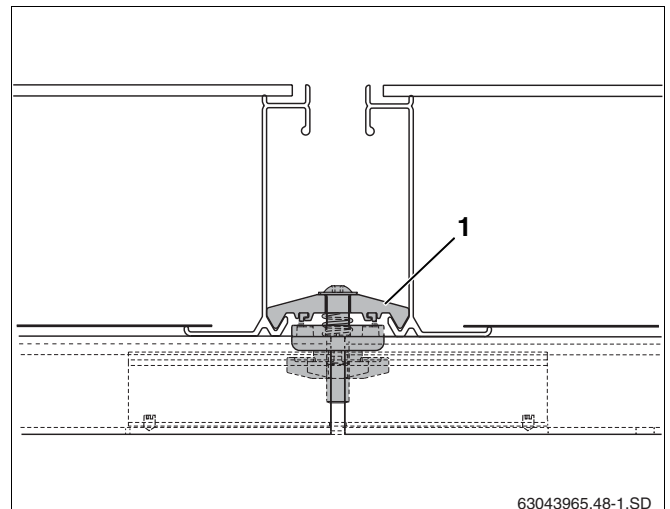

Fig. 48 Tensor de colector bilateral entre dois colectores
O dispositivo fixador (fig. 48, **item 1**) agarra agora o canto inferior do colector.